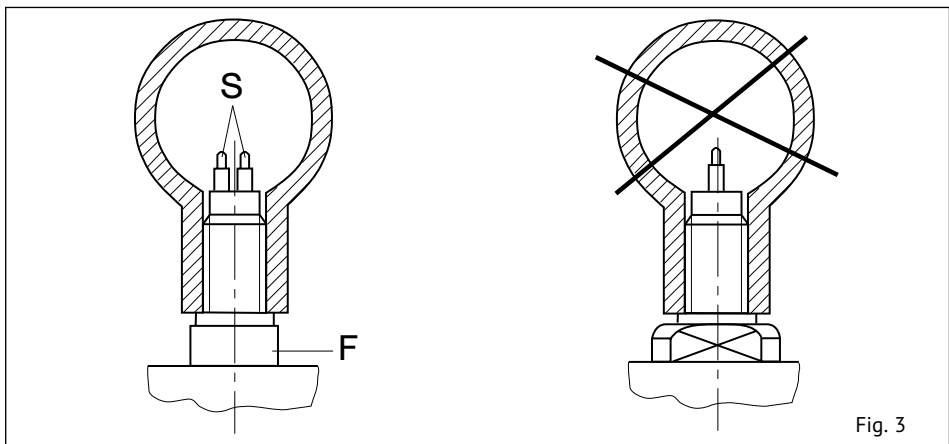
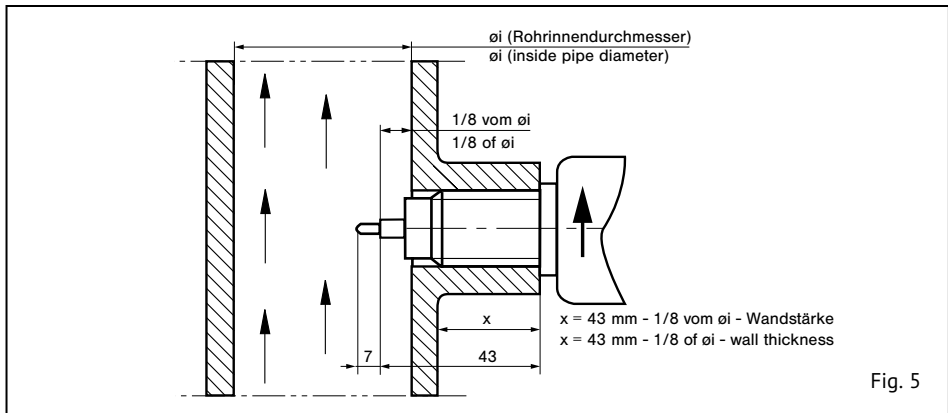

Fig. 3
Fig. 5
- Die Messfühler (S) müssen nebeneinander im Rohr liegen (siehe Fig. 3):
- The two sensors (S) must be side by side across the direction of flow (see fig. 3):
Die beiden Messfühler (S) müssen im eingebauten Zustand nebeneinander im Strömungsmedium liegen. Dies ist der Fall, wenn die Schlüsselansatzflächen (F) parallel zur Rohrleitung stehen (siehe Fig. 3). Bis 56 mm Rohrinne Durchmesser muss der Einschraubstutzen bündig mit der Rohrinne wand sein. Größer 56 mm Rohrinne Durchmesser muss die Fühlermitte (schräger Absatz) auf 1/8 des Rohrinne Durchmessers eingeschraubt werden. Der Pfeil (Laserbeschriftung) an der Seite des Gehäuses muss in Strömungsrichtung zeigen (siehe Fig. 5).
The two sensors (S) must be aligned side by side directly across the direction of flow. The sensors are correctly positioned when the wrench flats (F) are aligned parallel with the pipe (see fig. 3). For inside pipe diameters up to 56 mm (2.2 in) the shaft end must be in line with the inner pipe wall. For inside pipe diameters above 56 mm (2.2 in) the shoulder of the two sensors (7 mm (0.28 in) from the tip) must be positioned at 1/8 of inside pipe diameter  $\varnothing i$ . The arrow (laser marking) at the side of the housing must show in direction of flow (see fig. 5).
Die beiden Messfühler (S) müssen im eingebauten Zustand nebeneinander im Strömungsmedium liegen. Dies ist der Fall, wenn die Schlüsselansatzflächen (F) parallel zur Rohrleitung stehen (siehe Fig. 3). Die Fühlermitte (schräger Absatz) muss bei 1/8 des Rohrinneindurchmessers positioniert werden. Der Pfeil (Laserbeschriftung) an der Seite des Gehäuses muss in Strömungsrichtung zeigen (siehe Fig. 7).
The two sensors (S) on the flow meter must be aligned side by side directly across the direction of flow. The sensors are correctly positioned when the wrench flats (F) are aligned parallel with the pipe (see fig. 3). The shoulder of the two sensors (7 mm (0.28 in) from the tip) must be positioned at 1/8 of inside pipe diameter  $\varnothing i$ . The arrow (laser marking) at the side of the housing must show in direction of flow (see fig. 7).